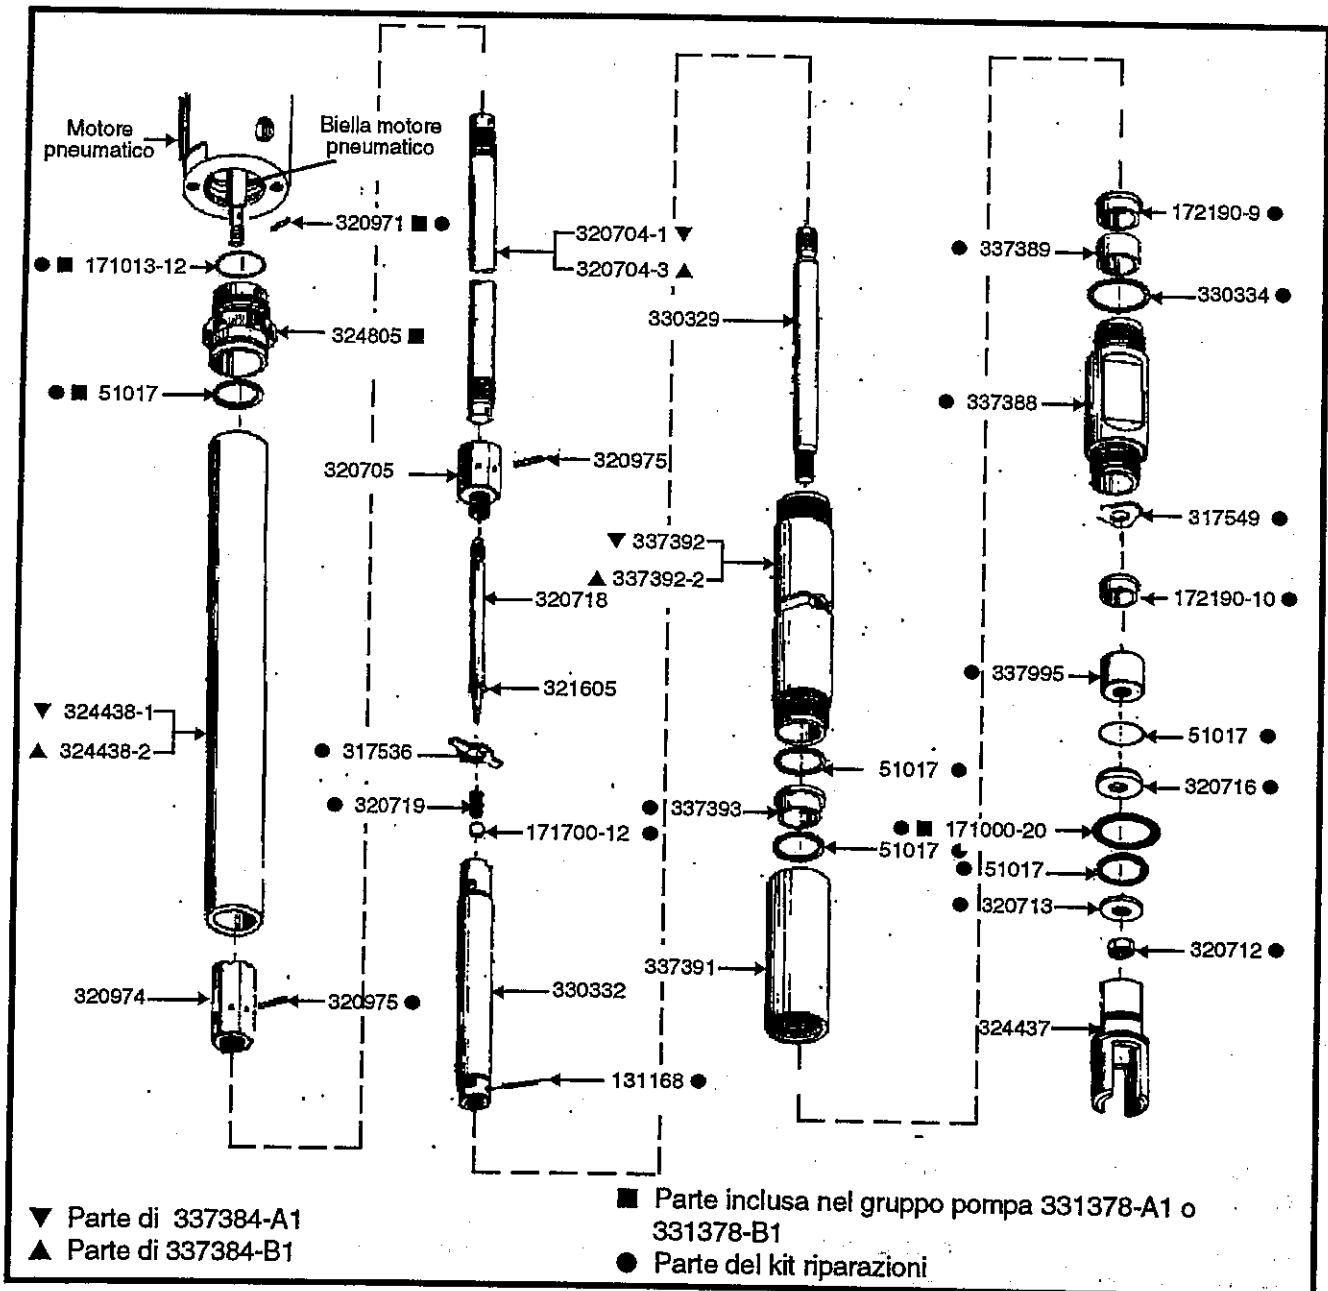

Figura 5: Riasssemblaggio del tubo pompa 337384-A1 o 337384-B1
(Figura 5)
RIASSEMBLAGGIO DEL TUBO POMPA (FIGURA 5)
14. Inserire il rinforzo 330334 sull'estremità dell'estensione 337388 dopo aver esposto il metallo oltre l'estremità delle filettature (vedi Figura 5 per il corretto orientamento dell'estensione).
22. Ungere a volontà il rinforzo 172190-10 e l'asta d'innescò 330329. Inserire la valvola e il rinforzo sull'asta (vedi Figura 5 per il corretto orientamento del gruppo valvole).